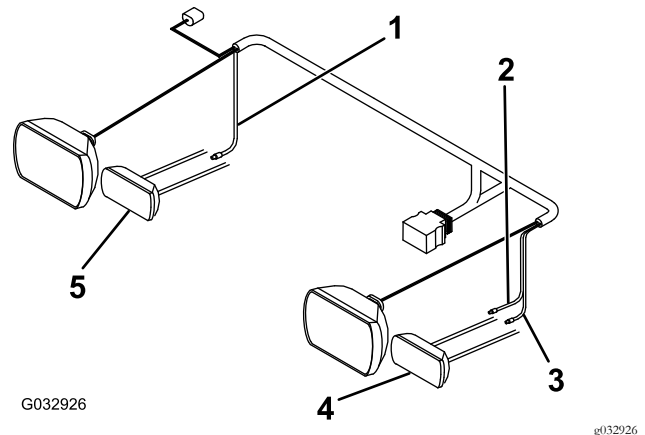

Bild 16
- Schließen Sie das rosa Kabel vom langen Kabelbaum mit einer Spleißverbindung am rechten Blinker an (Bild 16).
- Schließen Sie das lila Kabel vom langen Kabelbaum mit einer Spleißverbindung am linken Blinker an (Bild 16).
- Schließen Sie das gelbe Kabel vom langen Kabelbaum mit einer Spleißverbindung am linken Parklicht an (Bild 16).